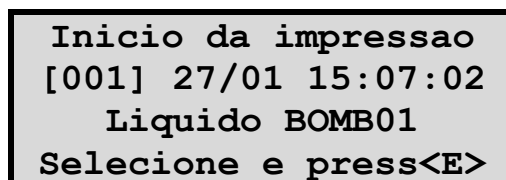
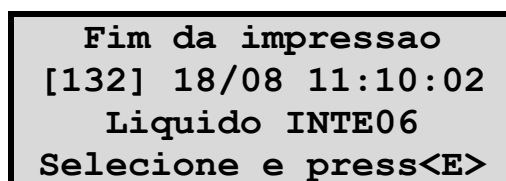

Figura 34 Exemplo da tela de “Seleção de Evento Inicial”
Figura 35 Exemplo da tela de “Seleção de Evento Final”
- 5- **Seleção do Evento Inicial:** Quando selecionado a opção Eventos será solicitado a seleção do evento Inicial e Final ao qual se deseja realizar a impressão. A Figura 34 mostra um exemplo da tela de seleção do Evento Inicial. Por padrão o *Ecologic MFA* sempre exibe o evento mais antigo registrado na Memória, portanto caso deseje imprimir todos os eventos basta que seja pressionado a tecla E. No caso em que se deseje realizar a impressão de um bloco de eventos, é possível fazer a seleção através das teclas “▲” para evento Posterior e “▼” para Evento Anterior). Se durante essa navegação for atingida o final da lista a Mensagem fim dos eventos é exibida e o sistema aborta a operação. Após ter o evento inicial desejado exibido na tela pressionar a Tecla E.
- 6- **Seleção do Evento Final:** Semelhante a etapa anterior, nessa etapa é solicitado a seleção do ultimo evento (Figura 35) ao qual se deseja imprimir. Por padrão é exibido o ultimo Evento registrado no sistema. Portanto caso deseje a impressão de todos os eventos apenas pressionar a tela E para que a transferência de eventos seja iniciada. Caso deseje uma impressão parcial realizar a navegação conforme descrito anteriormente até o evento desejado e pressionar a tecla E para confirmar operação.
A Figura 34 ilustra a configuração da Central por IP e a Figura 35 ilustra a configuração da Central por Host.